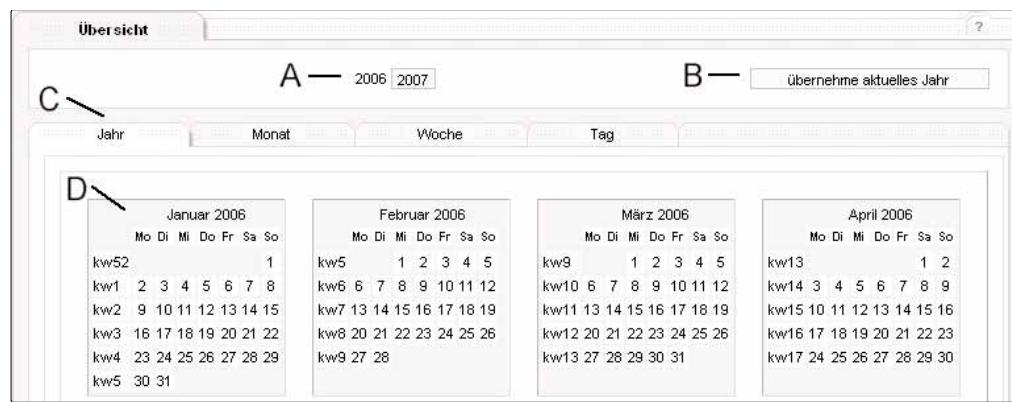
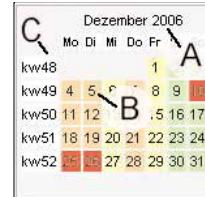

Bild 40: Jahreskalender als Übersicht der Anwendung 'Zeitplaner'
Bild 43: Bedienmöglichkeiten in der Jahresansicht
- Jahresdefinition (Bild 40 A + B)
- Ansichten im Jahresplaner (Bild 40 C + D)
– Ansicht 'Jahr' (erreichbar über den Reiter 'Jahr' (Bild 40 C))
- Ansicht 'Monat' (erreichbar über den Reiter 'Monat' (Bild 40 C) oder über einen Mausklick auf den Monatsnamen in der Jahresansicht (Bild 43 A))
- Wechsel zur Wochenansicht mittels Mausklick auf die Wochennummer (vgl. Bild 43 C)
- Wechsel zur Tagesansicht mittels Mausklick auf den Tag (vgl. Bild 43 B)
- Ansicht 'Woche' (erreichbar über den Reiter 'Woche' (Bild 40 C) oder über einen Mausklick auf die Wochennummer in der Jahresansicht (Bild 43 C) oder Monatsansicht)
- Ansicht 'Tag' (erreichbar über den Reiter 'Tag' (Bild 40 C) oder über einen Mausklick auf das Tagesdatum in der Jahresansicht (Bild 43 B), Monatsansicht oder Wochenansicht)